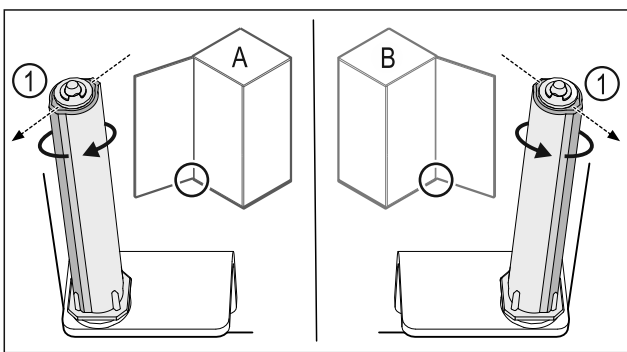

Fig. 37 Ovi avautuu vasemmalle (A) / ovi avautuu oikealle (B)
- Kierrä sulkuyksikköä vastusta vasten niin pitkälle, että sulkujärjestelmän porras Fig. 37 (1) osoittaa ulospäin.